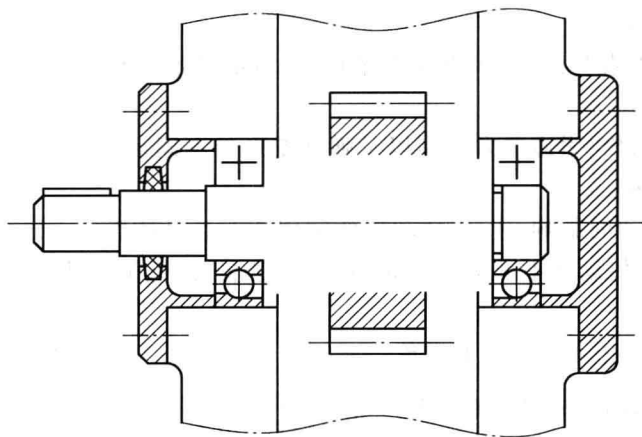

图 4
2. 完成图 4 所示轴系部件其余部分的结构设计。(8 分)